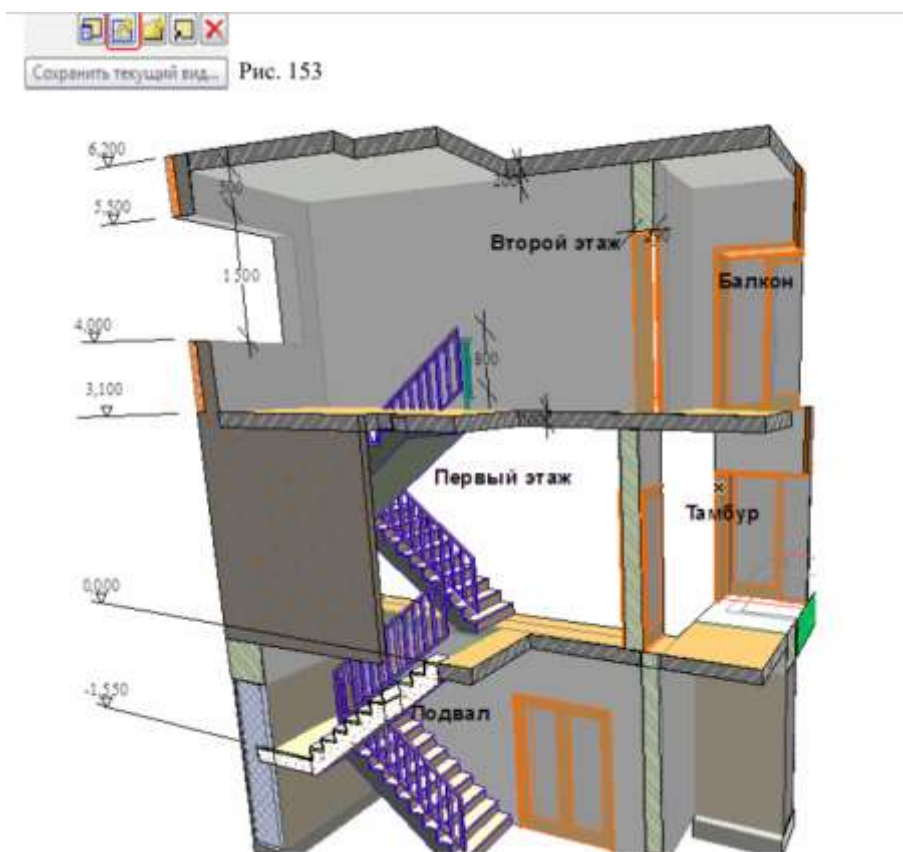

Рисунок 8.27
21. Последовательное их выделение позволит изменить их текст на **Первый этаж** и на **Второй этаж** соответственно (рисунок 8.27).